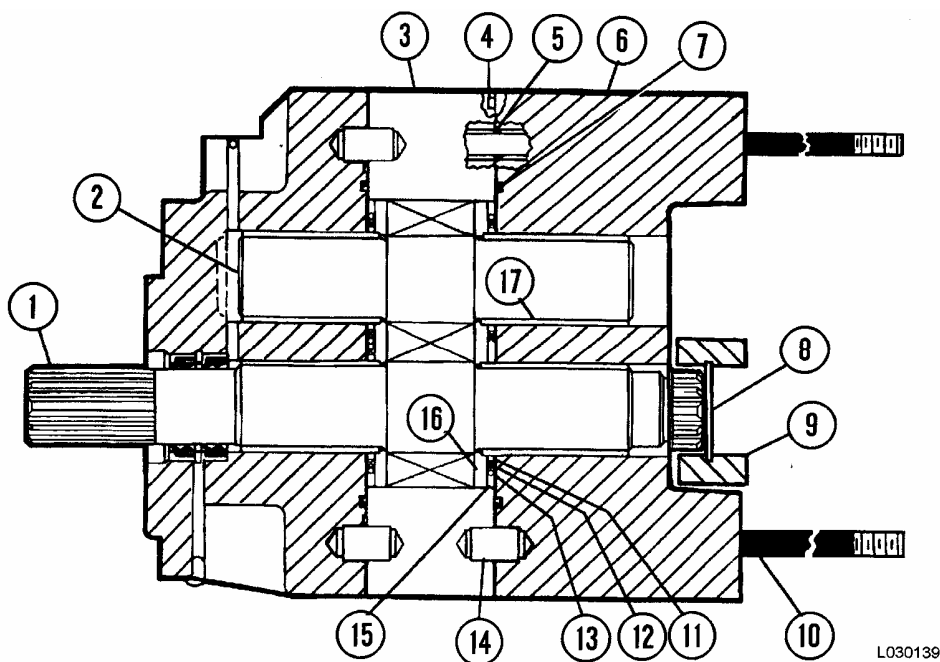

FIGURA 3-14. REENSAMBLADO DE LA BOMBA DE ELEVACION
15. Monte los anillos de acero (11, Figura 3-14), anillo de respaldo (12), anillo de goma y retén (13). Monte la placa de aislación con su alivio hacia la placa de presión.
16. Lubrique e instale los anillos de goma del espárrago pasante (5) y el anillo de goma de la placa del conector (7). Instale el pasador (14) si se sacó. Lubrique el diámetro interno de los rodamientos (17) y monte la placa del conector (6). Monte el anillo de retención (8) y el acoplamiento (9).